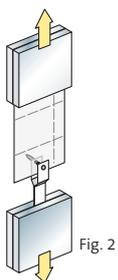

Fig. 2
- **Résistance à la déchirure au clou** (fig. 2) : Ce test évalue la capacité de la membrane à ne pas se déchirer autour d'un clou ou d'une agrafe quand elle supporte une charge. La membrane **Vario Duplex** supporte jusqu'à 6 kg par clou avant de se déchirer ; la membrane **Stopvap**, jusqu'à 12 kg.